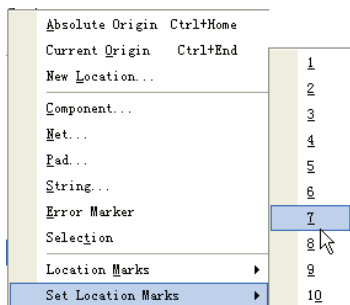

图 10-36 选定位置标志的数字单
(1) 执行菜单命令【Edit】→【Jump】→【Set Location Marks】后，出现一系列数字单，如图 10-36 所示。
(2) 选定某一数字后，单击确认该数字为位置标志后，光标变为十字形。
(3) 移动光标选定设置位置标志的地方，单击确认将该地方设为设置位置标志处。
(1) 执行菜单命令【Edit】→【Jump】→【Location Marks】后，也会出现一系列数字单，与图 10-36 类似。